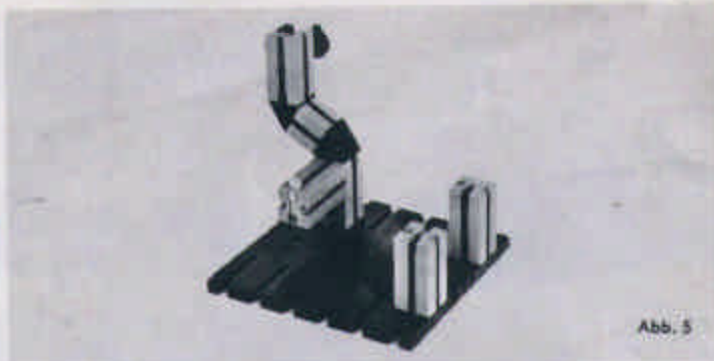

Abb. 5
4. Aufbau der Mechanik für den Münzeinwurf nach Abbildung 5 und 6. Die Münze fällt durch den Schlitz J auf den Waagebalken K, der die Schwingfeder L (bei ausreichendem Gewicht der Münze) auf den Kontaktstift M drückt. Das erforderliche